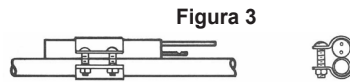

Figura 3
4. En líneas de succión con diámetro menor a 7/8", sujete el bulbo remoto en la parte superior de la tubería (Figura 3).